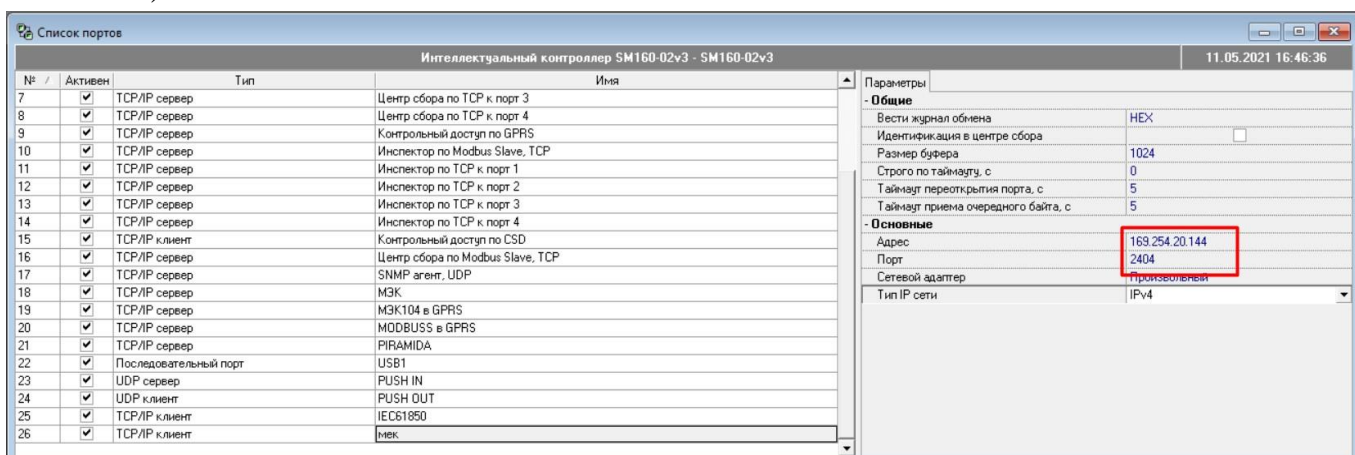

Рис. 12. Настройка порта для SM160.
4.8.1 Настройки в конфигураторе SM 160 для подключения к контроллеру ST450. Необходимо добавить в списке портов- порт 2404 (или 2405) для ST160 TCP IP/ клиент (Рис.12), дополнительно указать в настройках IP адрес сервера (IP ST450).